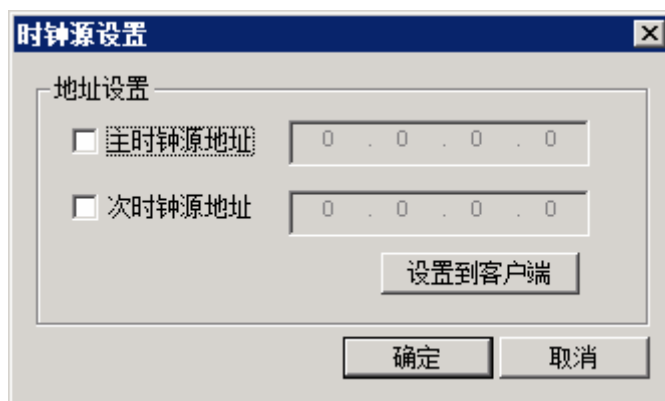

图 7-1 时钟源设置
2. 右键单击时钟源图形，并在右键菜单中点击“时钟源设置”，或双击时钟源图形，弹出设置界面如图 7-1所示，可配置主时钟源及次时钟源地址。当主时钟源网络断开或通信异常时，时钟将以次时钟源为准。
3. 在图 7-1中，配置好主、次时钟源地址后，点击“设置到客户端”，弹出如下图所示界面。可进行如下操作：